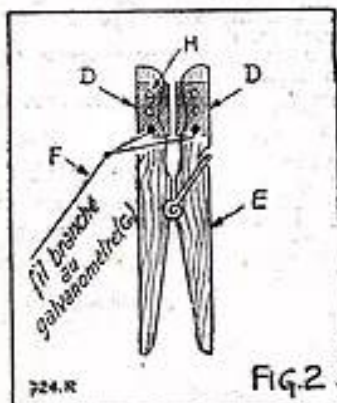

Fig. 2
Le curseur (E) est constitué par une pince à linge (fig. 2), sur les becs de laquelle on fixe sur, chacun d'eux, une petite plaquette de cuivre (D D). Sur chaque plaquette de cuivre, on soude à l'étain un fil électrique, qui sera branché au « galvanomètre » (G).
CURSEUR (figure 2)